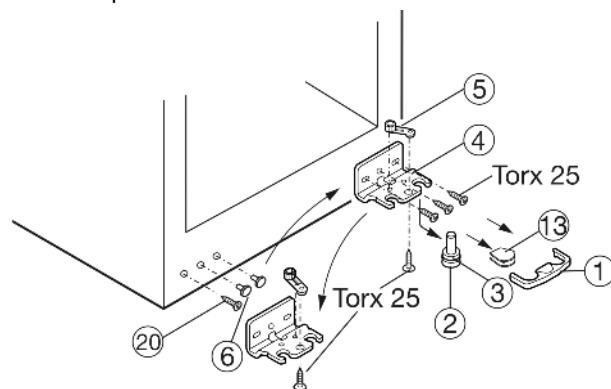

Fig. 4
- ▶ Предохранитель Fig. 4 (1) снимите движением вперед.
- ▶ Снимите крышку Fig. 4 (13).\*
- ▶ Вытяните опорный палец Fig. 4 (2) вниз и вперед. При этом следите за гнездом шарнира Fig. 4 (3).
- ▶ Открутите опорный кронштейн Fig. 4 (4).
- ▶ Открутите опорную деталь Fig. 4 (5) и, переставив в отверстие на противоположной стороне опорного кронштейна, снова прикрутите.
- ▶ Снимите и снова установите пробку Fig. 4 (6) на противоположную сторону со стороны ручки.
- ▶ Выкрутите болт Fig. 4 (20) и вкрутите на противоположной стороне.
- ▶ Снова прикрутите опорный кронштейн Fig. 4 (4) на новой стороне шарнира (с моментом 4 Нм). При необходимости используйте аккумуляторный шурупверт.
- ▶ Снова слегка наклоните устройство назад и снова установите опорный палец Fig. 4 (2) с гнездом шарнира Fig. 4 (3). Заулубина на опорном пальце должна быть расположена спереди.
- ▶ Установите крышку Fig. 4 (13) на противоположной стороне.\*
- ▶ Предохранитель (1) нужно зафиксировать сбоку на кронштейне, чтобы опорный палец и двери были защищены от выпадения.
- ▶ Снова защелкните предохранитель (1) на опорном кронштейне.
- ▶ При необходимости выровняйте дверцы через два продольных паза в опорном кронштейне Fig. 4 (4) параллельно корпусу устройства. Для этого выкрутите средний винт.